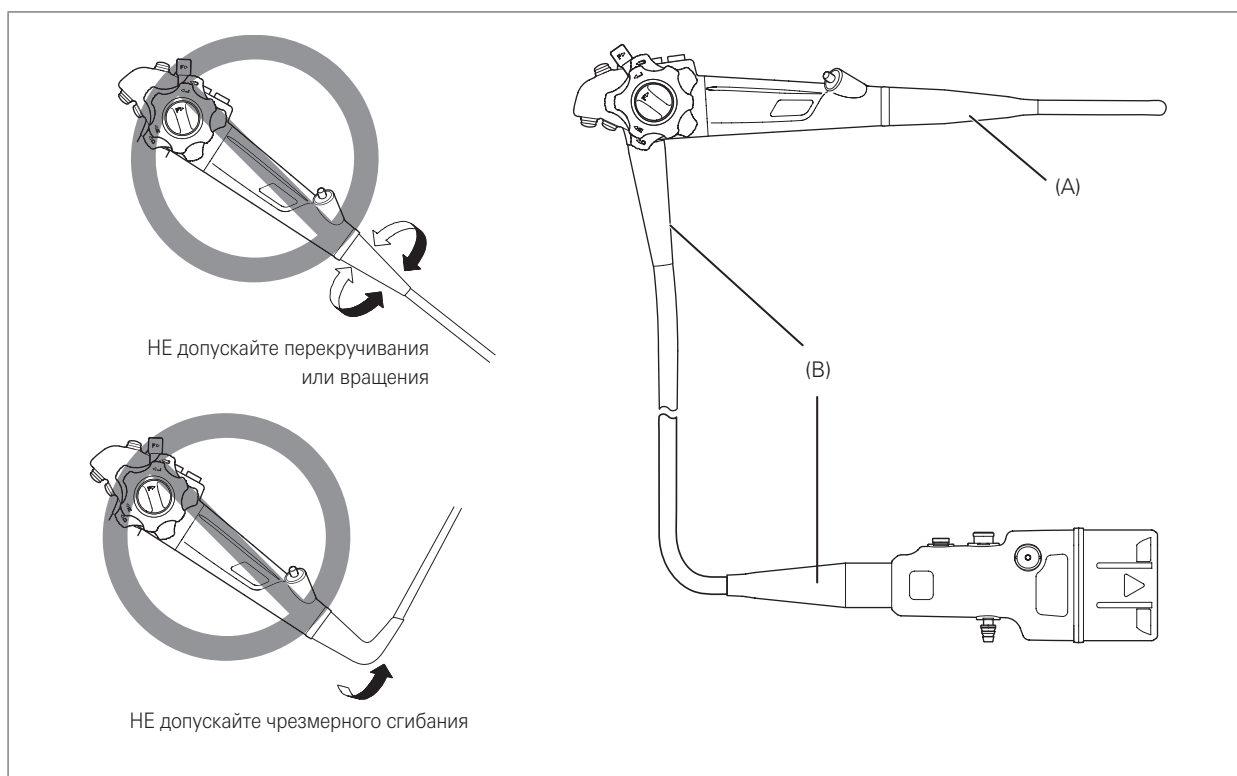

Рис. 3.2
- ЗАПРЕЩАЕТСЯ чрезмерно скручивать, поворачивать и изгибать компенсаторы механических напряжений на инструменте (компенсаторы механических напряжений см. Рис. 3.2 (A) и (B)). Это может привести к повреждению инструмента. Обратите особое внимание на осторожное обращение с компенсатором вводимой части (см. Рис. 3.2 (A)) на эндоскопе, так как он имеет маленький диаметр и с большей вероятностью может пострадать при неправильном обращении.